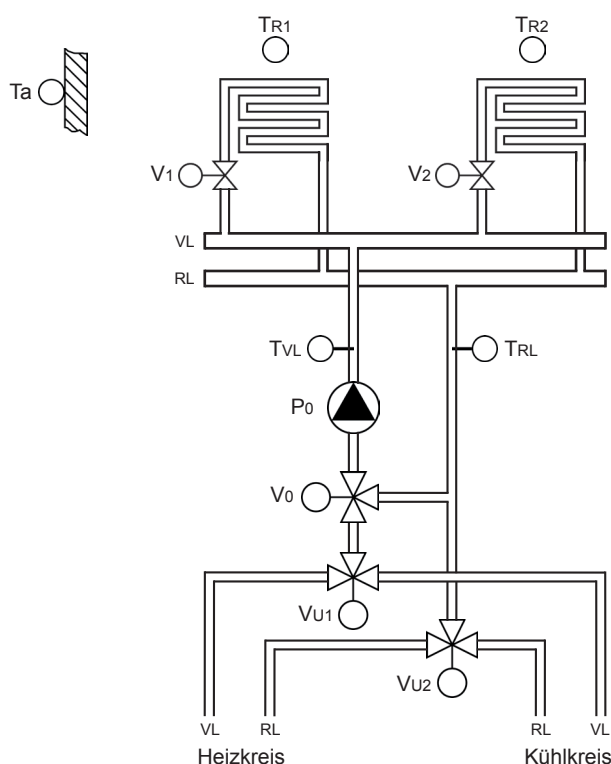

Abbildung 1: Prinzipschema Regelung
In 10 Wohneinheiten (WE) sollen die Räume über kombinierte Heiz-/Kühlfußböden klimatisiert werden. Die Temperatur wird pro Raum mit einem Enthalpieregler (TR1 ... x) erfasst und mittels elektrothermischer Stellventile (V1 ... x) auf einem Verteiler für die Heiz- /Kühlflächen pulsweitenmoduliert (PWM) geregelt (siehe Abbildung 1). Aus wärmephysiologischen und energetischen Gründen soll die Raumtemperatur im Sommer stetig angehoben werden.